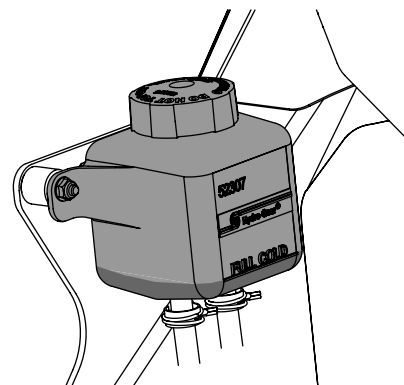

Figure 4-7
- Nettoyez le bouchon du réservoir et la zone autour du bouchon pour que les débris ne contaminent pas l'huile. Voir Figure 4-7.
- Tournez le bouchon vers la gauche pour le retirer, puis vérifiez le niveau d'huile. Il doit y avoir de l'huile au fond de la cuvette, cependant le niveau d'huile NE doit PAS dépasser la marque PLEIN FROID (FULL COLD). Voir Figure 4-7. NE REMPLISSEZ PAS CE RÉSERVOIR.